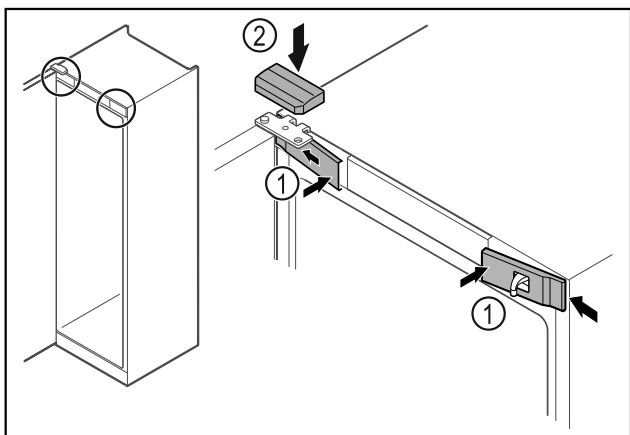

Fig. 47
- Futni nga anash kapakët mbulues të përpamë Fig. 47 (1) dhe mbërthejini.
- Mbërtheni nga lart kapakun mbulues të sipërm Fig. 47 (2).